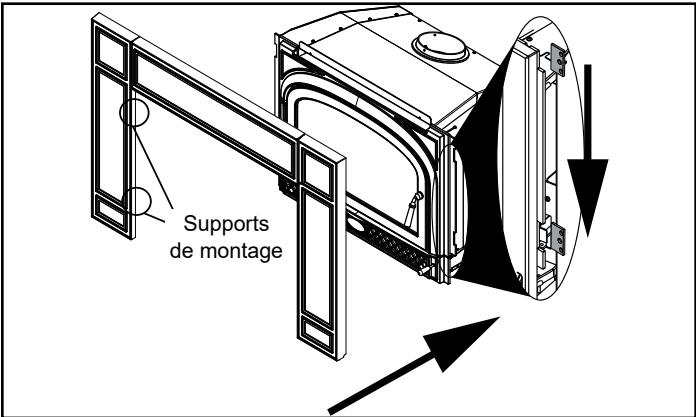

Figure 21.2
- 5. Faites glisser l'assemblage de la garniture par-dessus le haut de l'appareil et placez-le en position en guidant le support latéral du côté en fonte droit et gauche à travers les trous sur le côté de l'appareil. Déposez très délicatement l'assemblage en place (Figure 21.2).